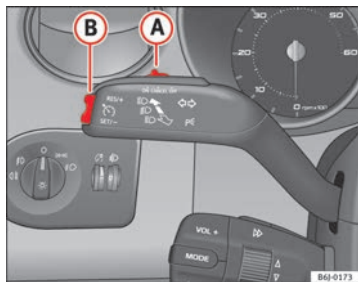

Fig. 112 Leva degli indicatori di direzione e degli abbaglianti: interruttore e tasto di comando del regolatore di velocità
- Quando il veicolo raggiunge la velocità che si intende poi mantenere, premere una sola volta sulla parte inferiore del tasto **SET** ⇒ fig. 112 **(B)**.